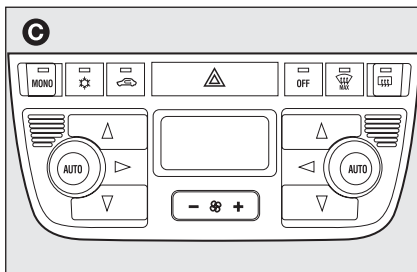

fig. 6
- con climatizzatore automatico bizona C-fig. 6.